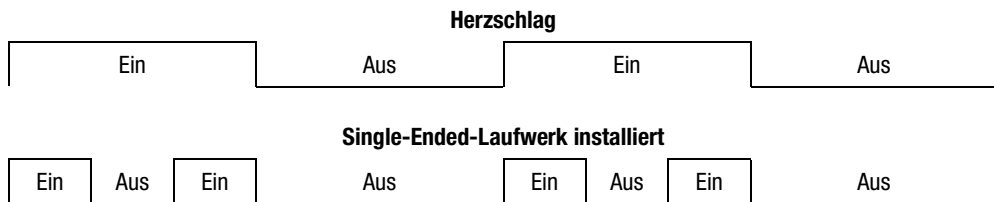

Abbildung 4-4. LED-Anzeige an der EMU
Wenn die grüne LED-Anzeige ❶ langsam blinkt, ist die EMU in Betrieb. Falls diese LED-Anzeige ununterbrochen leuchtet oder aus ist, liegt eine Störung in diesem Gerät vor. Blinkt diese LED-Anzeige schnell, ist die EMU in Betrieb, und im Tape Drive Array ist ein Single-Ended-Laufwerk installiert (siehe Abbildung 4-4).
Die grüne LED-Anzeige der EMU signalisiert den Status der EMU und den Laufwerkstyp „LVD“ oder „Single-Ended“. Diese LED-Anzeige blinkt in zwei verschiedenen Geschwindigkeiten (siehe Abbildung 4-4).
<input type="radio"/> Wenn die Anzeige einmal je Sekunde blinkt (siehe Herzschlag in Abbildung 4-4), sind sowohl EMU als auch Tape Drive Array in Betrieb.
<input type="radio"/> Wenn die Anzeige zweimal je Sekunde blinkt (siehe Single-Ended-Laufwerk in Abbildung 4-4), sind sowohl EMU als auch Tape Drive Array in Betrieb, es ist jedoch ein Single-Ended-Laufwerk installiert.